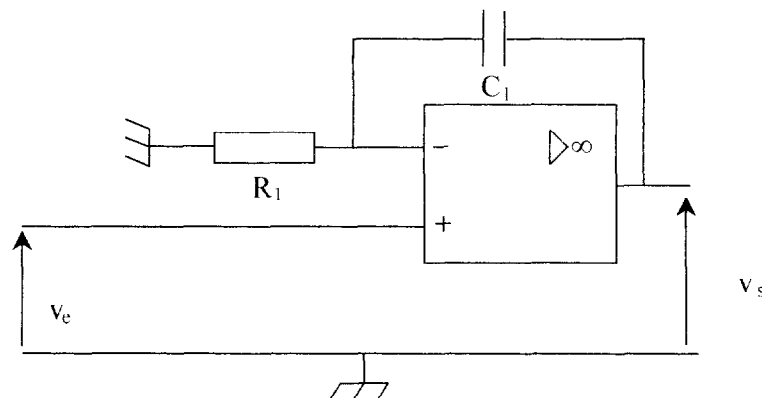

Figure 4
**2.1.1.** Pour le correcteur, on adopte la structure de la figure 4. Calculer  $T_1(p) = \frac{V_s(p)}{V_e(p)}$ .